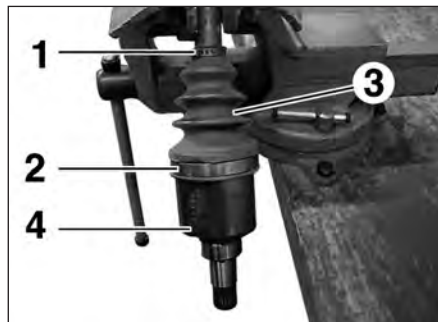

FIG.12
- Déposer les colliers de serrage (1) et (2) (Fig.12).
- Ecarter le soufflet de transmission (3).
- le boîtier tripode (4),
- les colliers de serrage (1) et (2) (Fig.12),
- le soufflet de transmission (3).